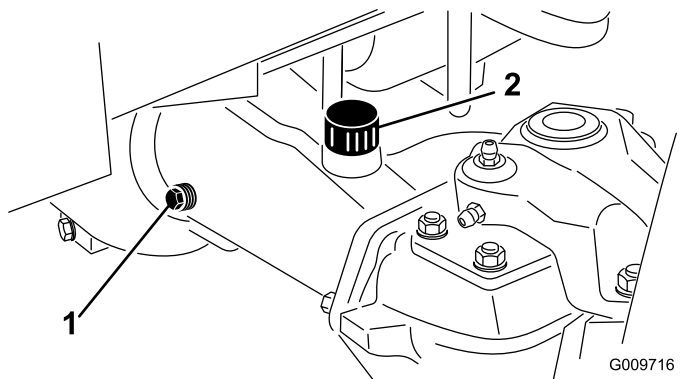

Bild 69
2. Entfernen Sie eine Prüfschraube aus einem Ende der Achse (**Bild 69**) und stellen sicher, dass das Öl die Unterseite des Lochs erreicht. Entfernen Sie bei niedrigem Ölstand die Füllschraube (**Bild 69**) und füllen genug Öl ein, um den Stand bis an die Unterseite der Prüfschraubenöffnungen anzuheben.